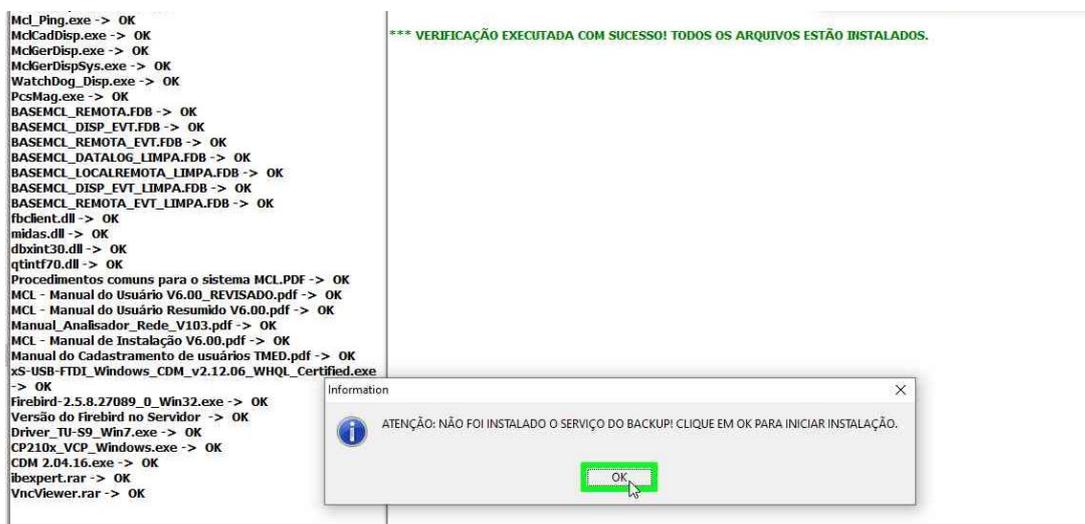

Figura 17 – Tela que pede a confirmação para instalar o serviço de backup
- Definir o local onde deverá ser feito o backup dos arquivos da base de dados gerada pelo Sistema MCL. É recomendado que esse local seja em um dispositivo de armazenamento distinto daquele onde está instalado o Sistema Operacional. Contudo, podem ser escolhidos um local de rede e uma partição do mesmo dispositivo de armazenamento. No exemplo de instalação será utilizada uma partição para realização de backup, “E:\” – Veja a Figura 17;